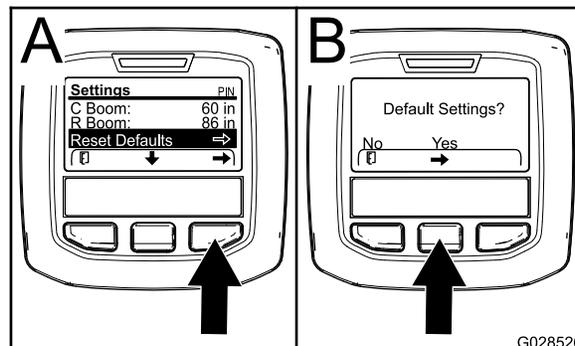

Figura 28
- Carregue no botão de seleção central para navegar para a introdução da reposição da predefinição (Figura 28).
- No ecrã de predefinições, pressione o botão de seleção esquerdo para Não e o botão de seleção direito para Sim (Figura 28).